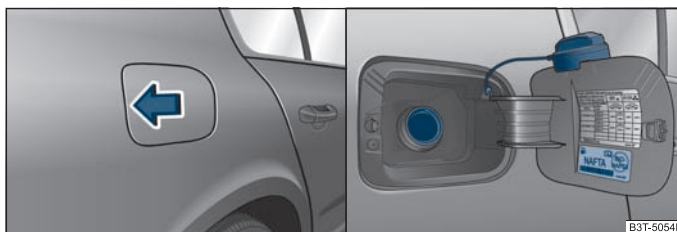

Fig. 182 Partea dreaptă spate a autovehiculului: Deschiderea clapetei rezervorului de combustibil /Clapeta rezervorului de combustibil cu capacul deschis
Autovehiculul dumneavoastră poate funcționa numai cu **benzină fără plumb**, care corespunde standardului **EN 228**, (în Germania și **DIN 51626 - 1**, respectiv **E10** pentru benzina fără plumb cu cifra octanică **95 COZ** și **91 COZ** sau **DIN 51626 - 2**, respectiv **E5** pentru benzina fără plumb cu cifra octanică **98**). Informația referitoare la COR-ul de care are nevoie motorul dumneavoastră se găsește pe partea interioară a clapetei rezervorului ⇒ pagina 200, fig. 182 - dreapta.
- Apăsăți pe partea stângă a clapetei rezervorului ⇒ fig. 182 - stânga.
- Deșurubați capacul spre stânga și așezați-l pe clapetă, în partea de sus ⇒ fig. 182 - dreapta.